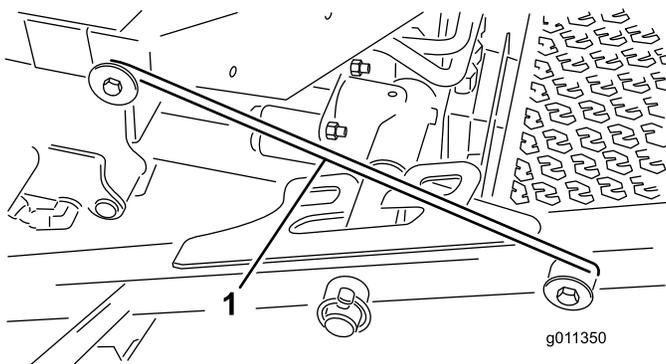

Figura 35
4. Liberte a barra do trinco (Figura 35) do retentor do suporte da estrutura frontal.
5. Eleve a parte exterior das plataformas de corte frontais e coloque o trinco sobre o pino da estrutura montado na parte da frente da plataforma do operador (Figura 35).